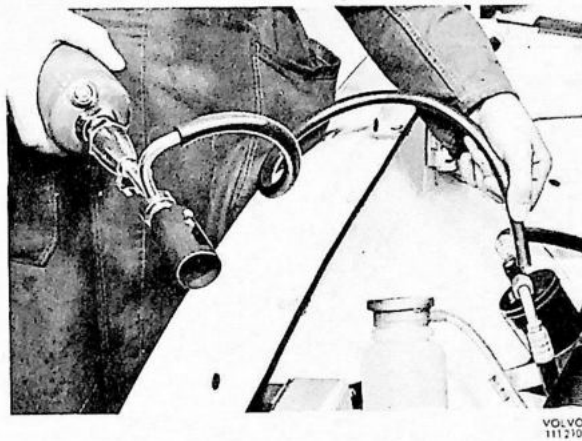

Fig. 4 Lekkage test.
4. Steek de lekkage detector aan en controleer alle schroefaansluitingen van de installatie door het uiteinde van de slang hier dichtbij te houden (Fig. 4.) Indien ter plaatse een lek aanwezig is, zal de vlam een blauw-groene kleur aannemen.
4. Steek de lekkage detector aan en controleer alle schroefaansluitingen van de installatie door het eind van de slang hier dichtbij te houden (Fig. 4). Indien er lekkage aanwezig is, zal de vlam een blauw-groene kleur aannemen. Controleer de gehele installatie zelfs indien reeds in het begin een lekkage wordt vastgesteld. N.B.: Tijdens alle werkzaamheden waarbij gaslekkage kan worden verwacht, moeten de handen en de blote huid worden beschermd door gebruikmaking van rubberhandschoenen.